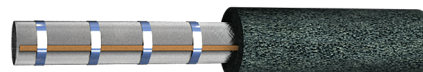
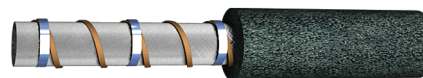

Рис. 3
Рис. 4
- 2** Установите нагревательную секцию на трубу: либо вдоль трубы (рис. 3), либо используя намотку по спирали (рис. 4). Шаг укладки выбирать в соответствии с Табл. 1 (стр. 12) или Табл. 2 (стр. 13).